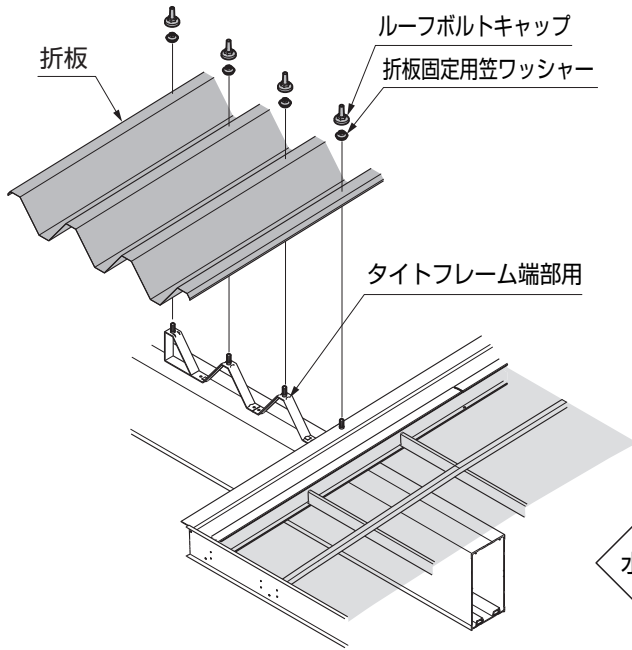

図7-6 折板の取付け
⑧折板をタイトフレーム端部用の剣先にルーフボルトキャップ、折板固定用笠ワッシャーで取付けてください。(図7-6参照)